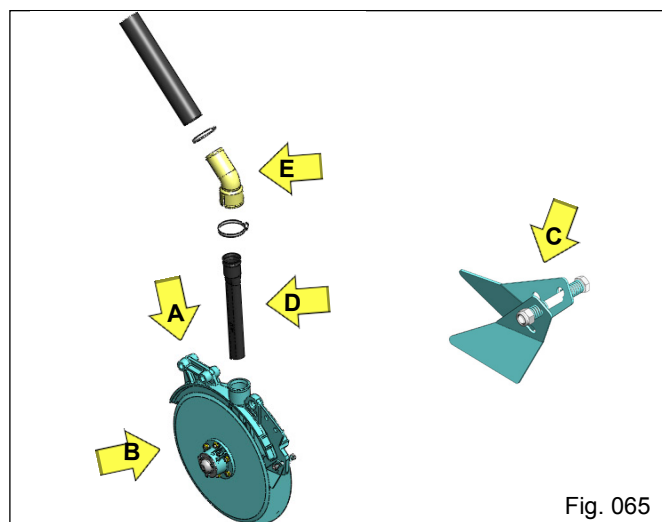

Fig. 065
e) Mangote para a condução do adubo do sistema distribuidor para o suporte do disco duplo, fixo por travas inferiores e superiores (Fig. 065).